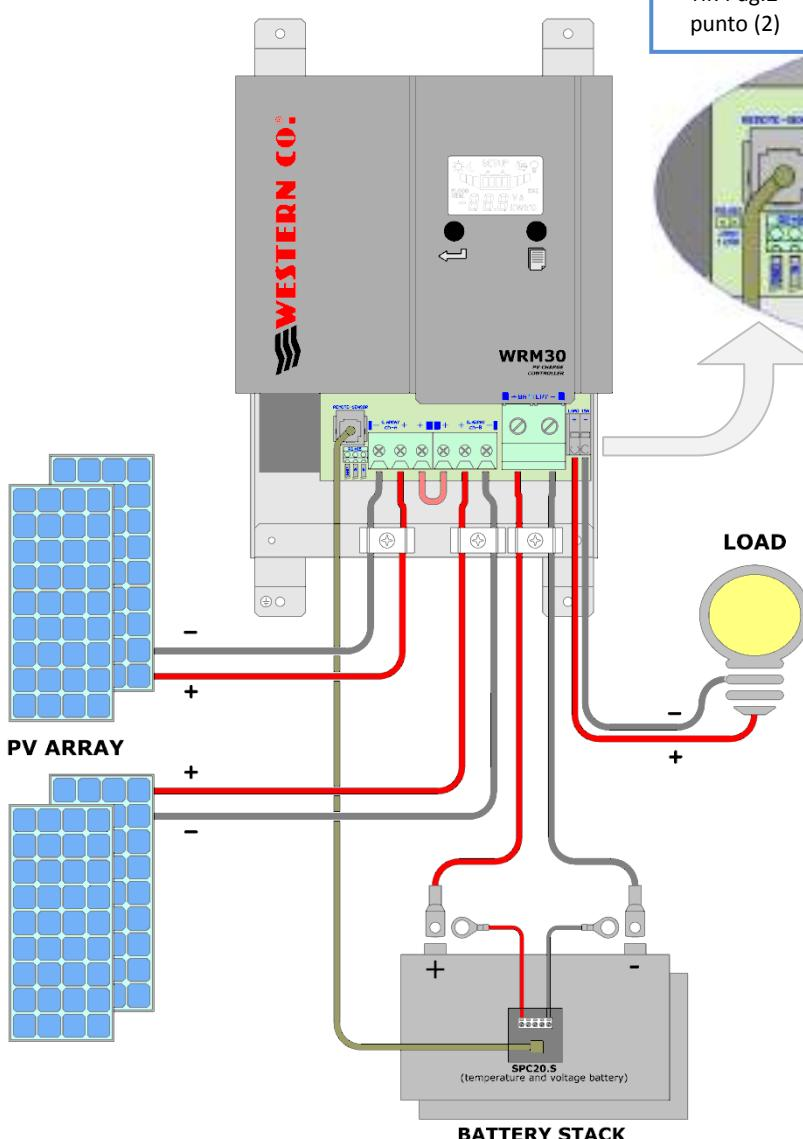

Fig. 2 Schema di collegamento
- 3) Collegare nell'ordine: carico, sonda per misura temperatura e tensione batteria (in dotazione), modulo PV, e per ultimo la batteria come nello schema *fig. 2*. Alla connessione della batteria il regolatore si accende e inizia a funzionare. Le sezioni di cavo debbono essere scelte in modo che in ogni tratto di cavo la massima caduta di tensione ammessa sia minore del 3% della tensione nominale del sistema. (*Tab. 3*)
Appena realizzati i collegamenti come in *fig. 2* è necessario procedere al collaudo del sistema.